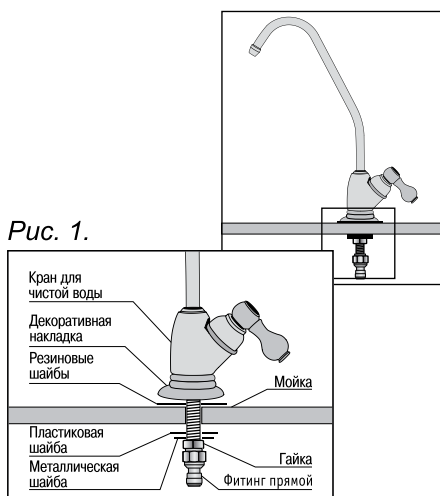

Рис. 1.
- Установите кран. Затяните гайку (см. рис. 1).